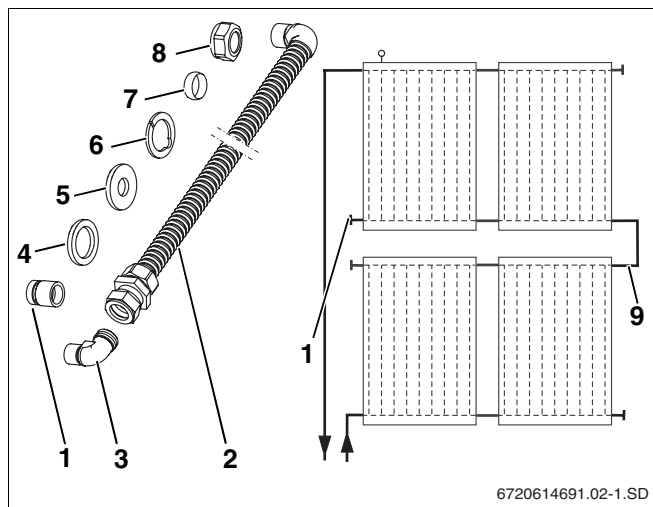

Fig. 58 Representación esquemática y volumen de suministro
El juego de conexión (fig. 58, **pos. 9**) para realizar la unión entre dos filas de colectores puede adquirirse como accesorio.
### Volumen de suministro (Fig. 58)
Cierre las conexiones del colector innecesarias (fig. 58, **pos. 1**, véase cap. 6.1.2 "Montaje de las caperuzas de cierre", pág. 29) con las caperuzas de cierre.